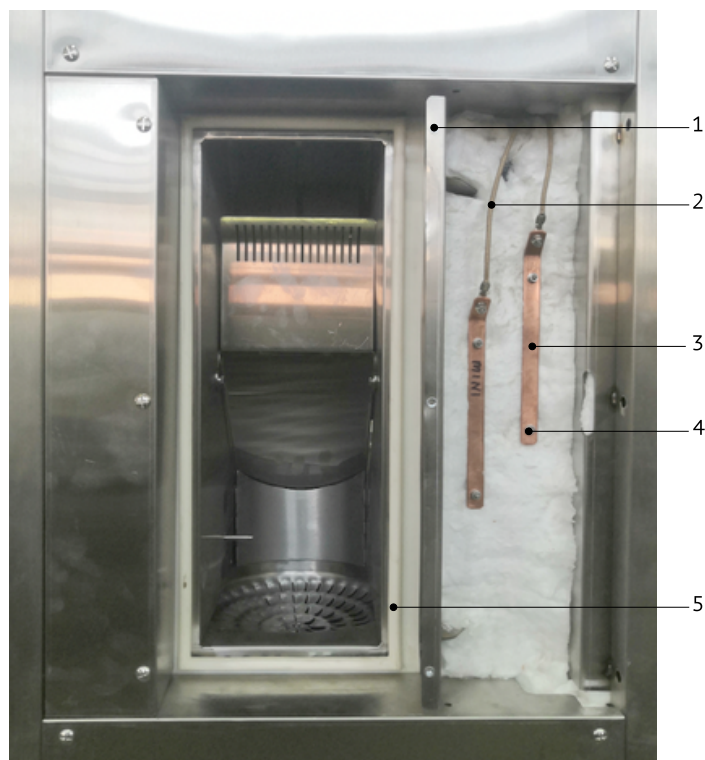

Рисунок 6
- Откройте дверцу камеры, а затем снимите крышку и верхний слой термоизоляции, чтобы получить доступ к выводам нагревательных элементов, и токоведущим шинам, Рис. 6. Осмотрите провода (2), токоведущие шины (3), и наконечники элементов нагревательных (4). Проверьте целостность элементов нагревательных ЕК1, ЕК2. Обрыва, короткого замыкания и замыкания на землю быть не должно. Сопротивление элемента при комнатной температуре должно составлять около 21 Ом. Компоненты повреждённые коррозией, замените. При замене ТЭНов, проводов или шин используйте токопроводящую антизадиристую пасту на основе меди.